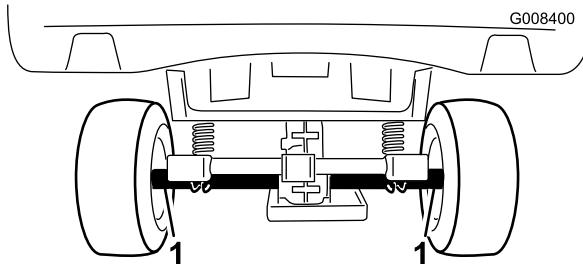
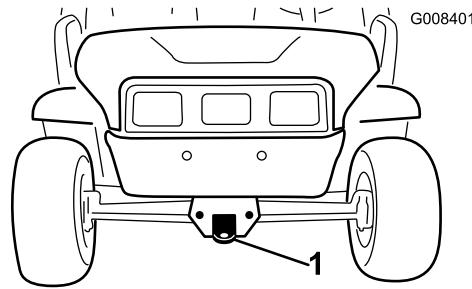

Figura 21
Figura 22
Utilize um atrelado para mover a máquina numa longa distância. Verifique se a máquina se encontra bem presa ao atrelado. Consulte Figura 21 e Figura 22 para localizar os pontos de fixação da máquina.
- Ate um cabo de reboque ao garfo, na parte dianteira do chassis da máquina (Figura 22).